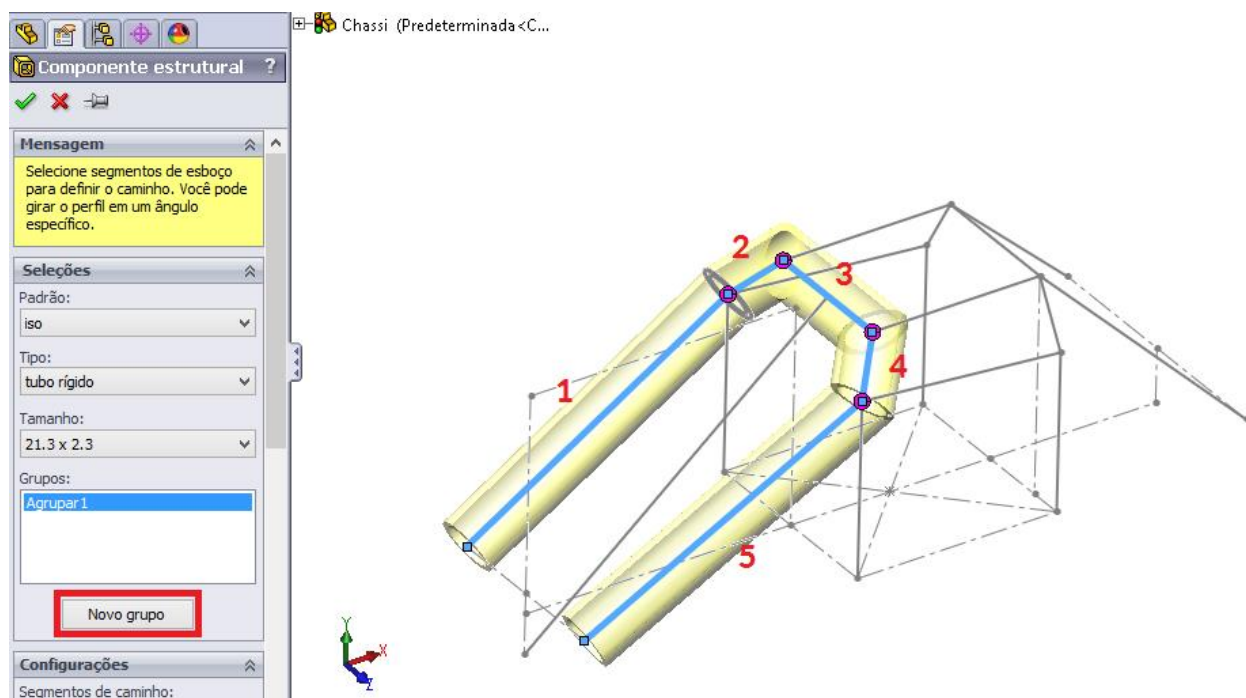

Figura 1.18 - Primeiro grupo de segmentos selecionados.
3.4. Selecione segmentos do esboço para definir o caminho que o perfil irá seguir. Na Figura 1.18, iniciou-se pela linha 1 e seguiu-se o caminho até a linha 5. Perceba que cada
segmento é pré-exibido como uma entidade diferente e a sequência segue uma lógica de montagem e união; por isso a opção é dada dentro da aba **Soldagens**. Os cinco elementos selecionados formaram um grupo denominado **Agrupar 1** que é exibido na Figura 1.18 na caixa de seleção **Grupos**.